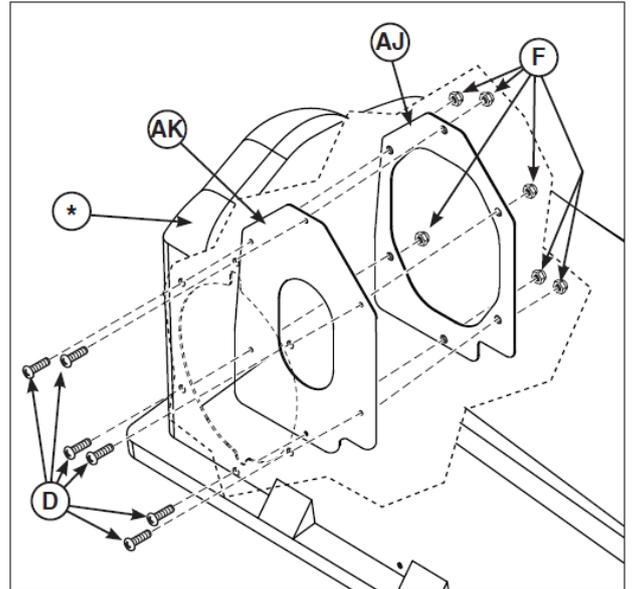

図 26
2. カバー-Assy (図 26 の*) の内側に、カバーシール (AK) とフランジシール (AJ) を置いてください。ボルト (D) とナット (F) 6 組で固定してください。